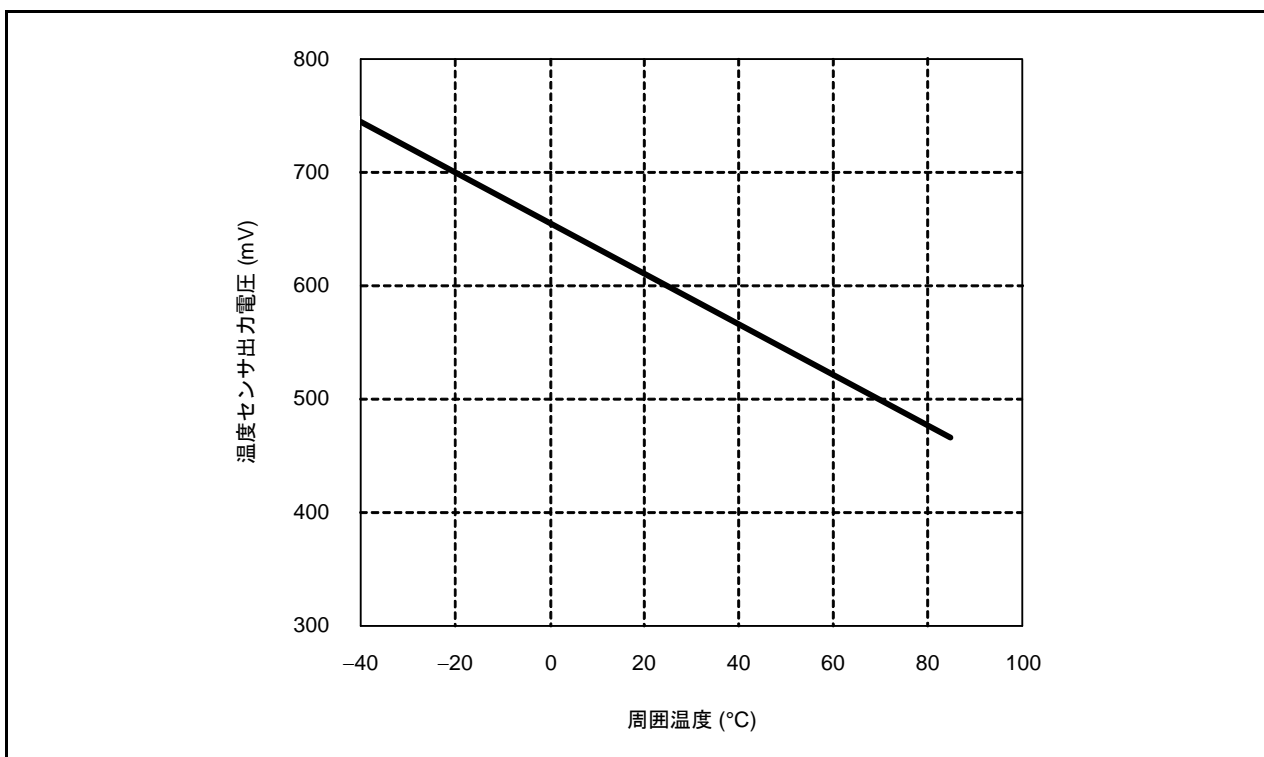

図 26.10 ゲイン1選択時の温度センサ出力電圧の温度特性(標準特性)
表 26.9に温度センサの性能を、図 26.10にゲイン1選択時の温度センサ出力電圧の温度特性(標準特性)を示します。
- 温度センサ出力電圧のA/D変換結果には、温度センサ出力電圧のばらつきとA/Dコンバータ絶対精度誤差が含まれるため、温度センサの性能(表26.9参照)やゲイン1選択時の温度センサ出力電圧の温度特性(標準特性)(図26.10参照)に対して誤差が発生することがあります。